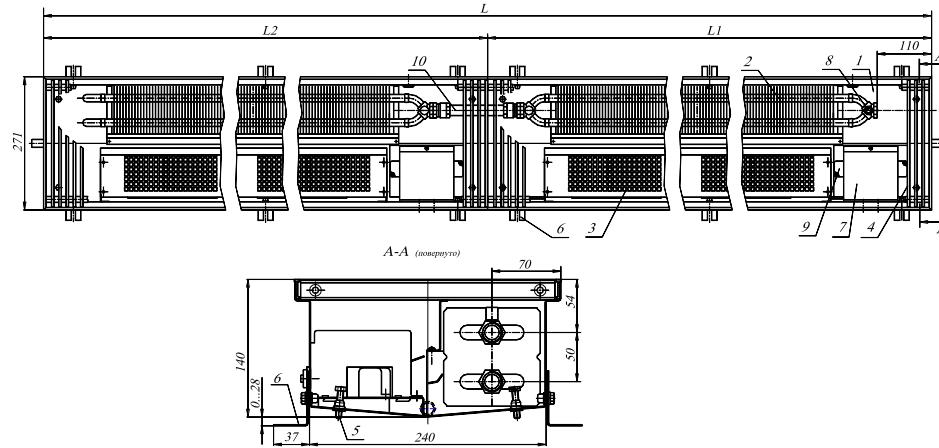

Рис.1 Конвектор KVOK12 27.14.310...600-BKT-П
4.1. Каждая секция конвектора имеет (см. рис.1, 3):
4.2 Размеры изделий представлены на Рис.1, 2, 3, 4 и в таблице 1, 2.